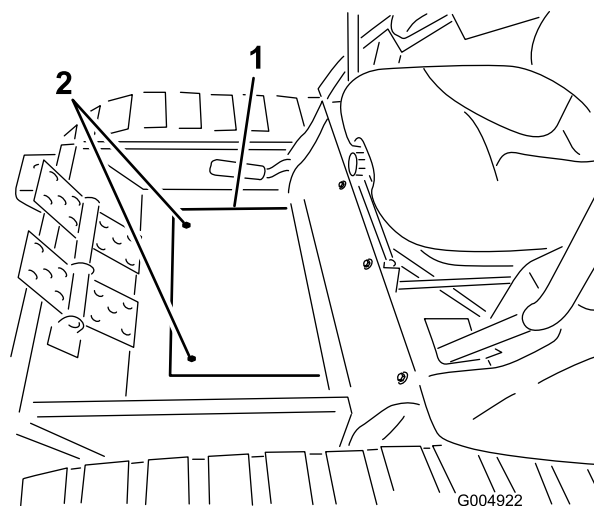

図 123
53. 先ほど外したねじを使って、冬用フレームのフロアプレートカバーをフロアに取り付ける 図 123。